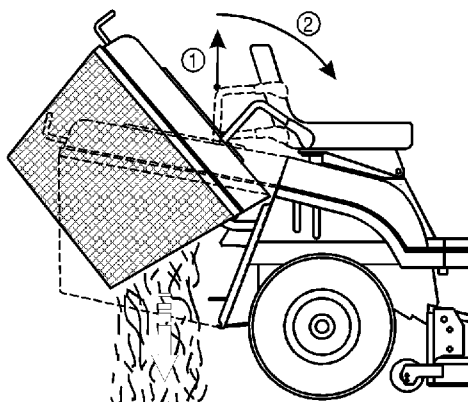

Figure 15
2. Tirer le levier télescopique de déversement à son extension maximum, puis le pousser vers l'avant et le bas pour vider le collecteur d'herbe (Fig. 15).